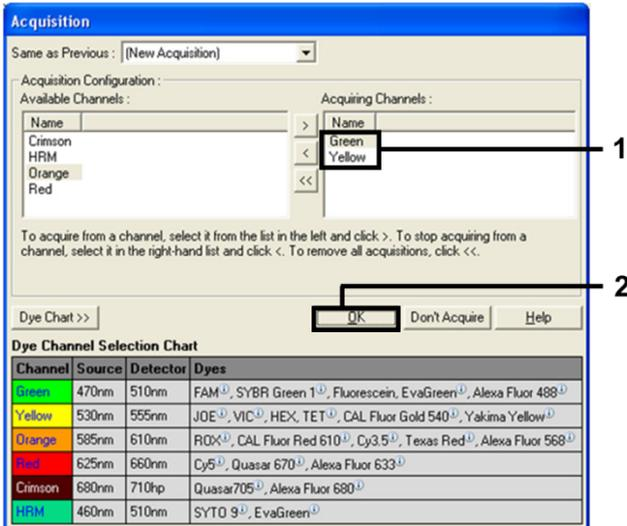

Abbildung 8. Erfassung im Zyklusschritt bei 60 °C.
10. Wählen Sie aus der Liste Available Channels (Verfügbare Kanäle) Green und Yellow aus. Klicken Sie dann auf >, um sie in die Liste Acquiring Channels (Erfassende Kanäle) zu verschieben. Klicken Sie auf OK (Abbildung 8).